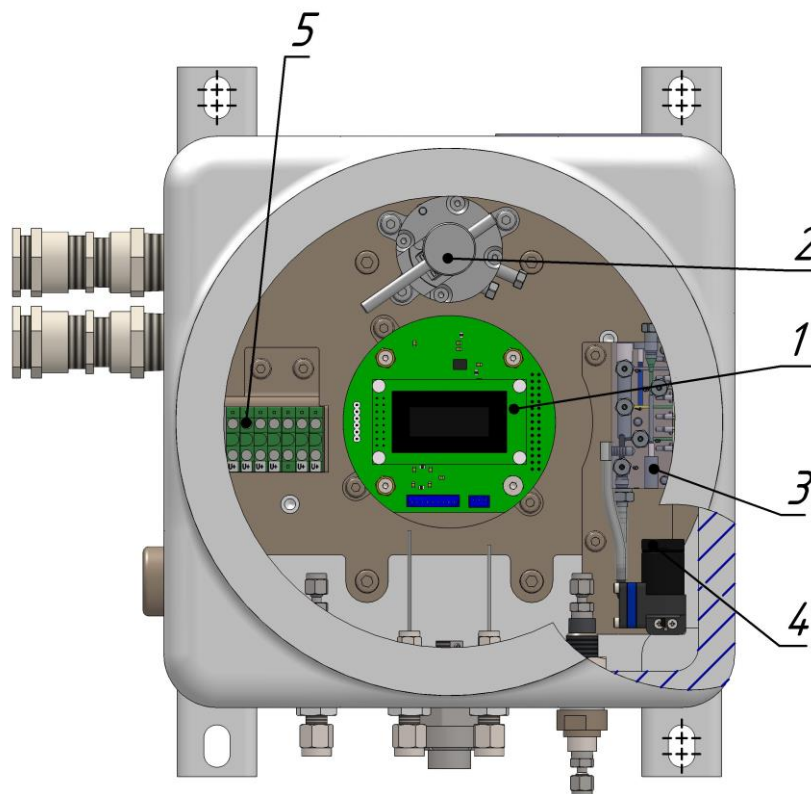

Рис. 2. Внутреннее устройство анализатора. Схема общего вида
Внутри взрывозащищенной оболочки располагаются электронный и аналитический блоки (Рис. 2).
В состав блока аналитического (необогреваемого) входят следующие элементы, обозначенные на Рис. 2 цифрами:
1.4.4 Блок электроники (обозначен цифрой 1 на Рис. 2) включает в себя: